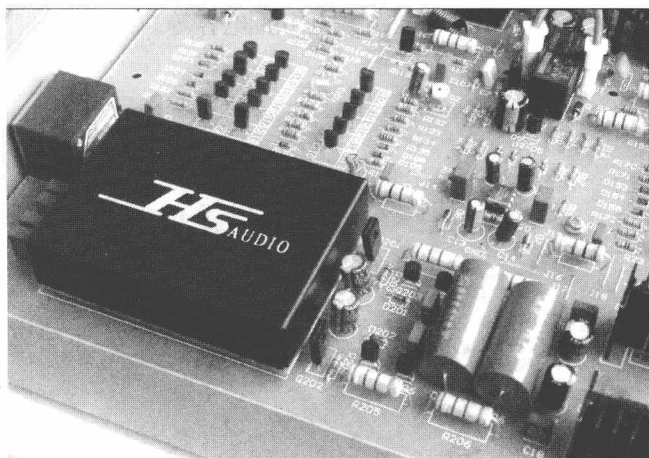

图 0-3 PCB 提供识别字符和图形
③ PCB 为自动焊锡提供附焊图形,为元件插装、检查、维修提供识别字符和图形,如图 0-3 所示。